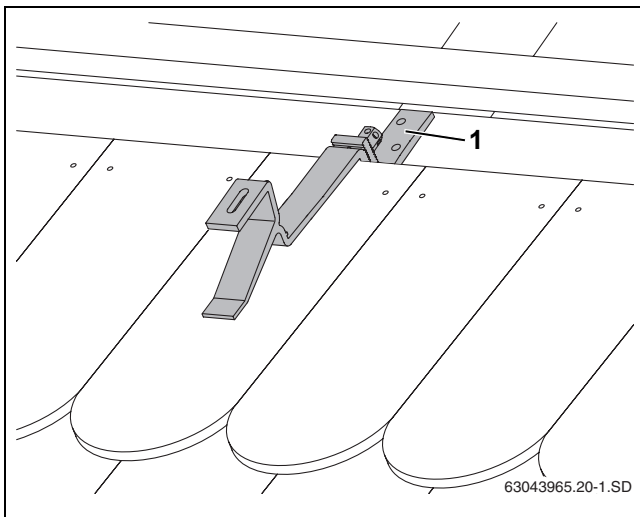

Bild 17 Montierter Dachhaken
- ▶ Dachhaken-Unterteil so weit herunterschieben, bis dieses auf dem Sparren bzw. auf dem Brett/der Bohle aufliegt (Bild 17, [1]).